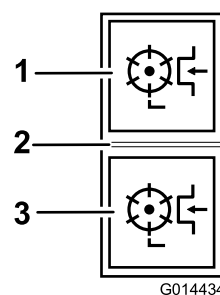

Figure 31
**Engagement de la rotation avant des unités de coupe :** appuyez sur le haut de la commande des unités de coupe pour sélectionner la position (Figure 31).
**Engagement de la rotation arrière des unités de coupe :** appuyez sur le bas de la commande des unités de coupe pour sélectionner la position (Figure 31).
**Débrayage de toutes les unités de coupe :** placez la commande au centre (Figure 31).